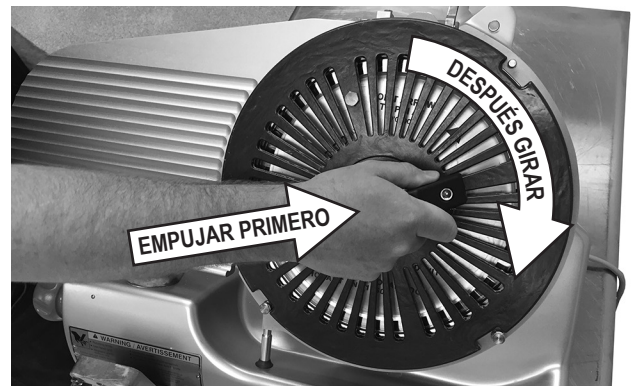

Fig. 19
- Empuje el asa con firmeza (Fig. 19), hasta el fondo del eje para enganchar los pasadores. A continuación, gire el asa en sentido horario hasta que se detenga. Puede experimentar cierta resistencia al girar.